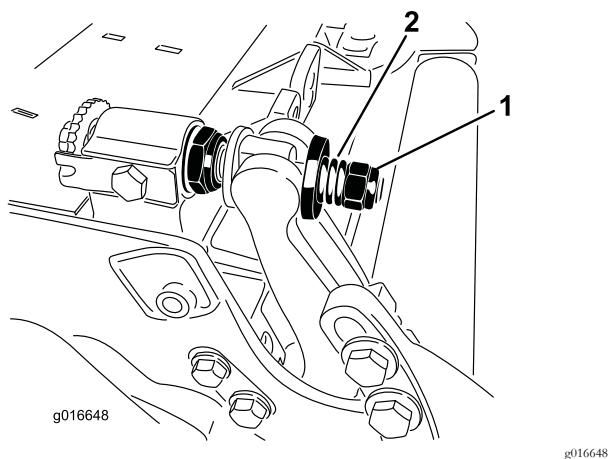

Figura 33
4. Serrate il dado di tensione della molla finché la molla non si schiaccia, quindi allentate di 1/2 giro (Figura 33).